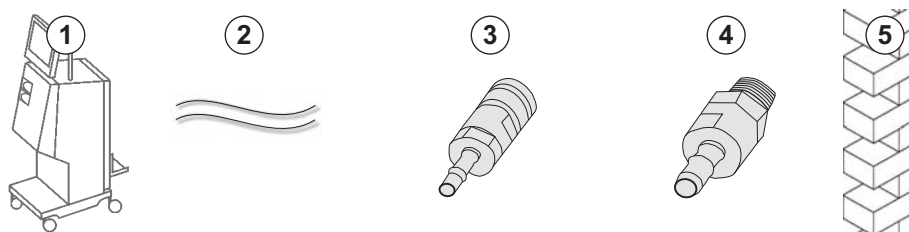

Bild 4-7 Aquaboss-kopplingar för central koncentratförsörjning
- Koncentratkoppling hona (Bild 4-7, ③ ) (maskinsida) material 1.4529 EPDM
- Koncentratförslutningsnippel hane AISI 316L ( ④ , väggsida), material 1.4529 EPDM
1. Anslut koncentratkoppling hona ③ till den centrala koncentratförsörjningsslangen ② som kommer direkt från maskinen.
2. Anslut koncentratkoppling hona ③ till koncentratförslutningsnippel hane ④ som sitter fast i väggen.